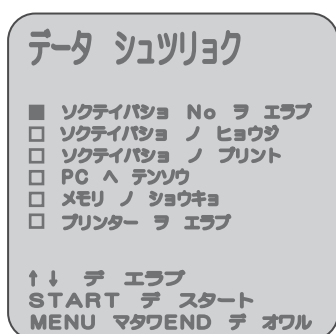

図23
7. 7. データ処理は、 データ シュツリョクにカーソルを合わせSTARTキーを押してください。図23が表示されます。
7. 7. 1. 測定場所の選択は、図23を表示させたあと、 ソクテイバシヨ No ヲ エラブにカーソルを合わせSTARTキーを押してください。図24が表示されます。
- ここでは、測定ナンバーを選択します。↑ ↓ ← →キーにてカーソルを動かし、No. を選択してください。MENUキーを押すと図23に戻ります。
7. 7. 2. 測定結果の表示は、図23を表示させたあとに測定ナンバーを選択し(7. 7. 1. 参照)、□ ソクテイバシヨ / ヒョウジにカーソルを合わせSTARTキーを押してください。
7. 7. 3. 測定結果のプリントアウトは、図23を表示させたあとに測定場所を選択してください。(P16 7. 7. 1. 参照)
7. 7. 4. 測定結果のデータ転送は、図23を表示させたあとに測定場所を選択してください。(P16 7. 7. 1. 参照)
7. 7. 5. 測定結果の消去は、図23を表示させたあと、□ メモリ ノ ショウキョにカーソルを合わせSTARTキーを押して